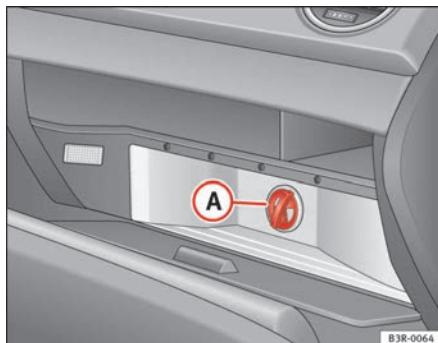

Abb. 130 Handschuhfach mit geöffneter Kühlbox
- Klappen Sie die Kühlbox auf ⇒ Abb. 130.